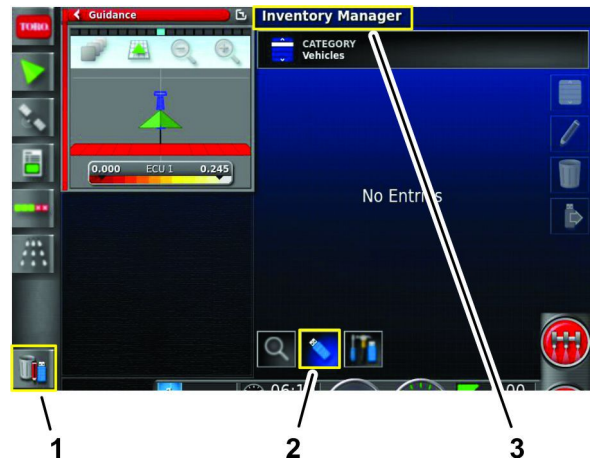

Figure 102
3. Appuyez sur l'icône Gestion d'inventaire (Figure 102).
4. Si le libellé du titre en haut de l'écran est Gestion d'inventaire, appuyez sur l'icône Permuter l'affichage (Figure 102).